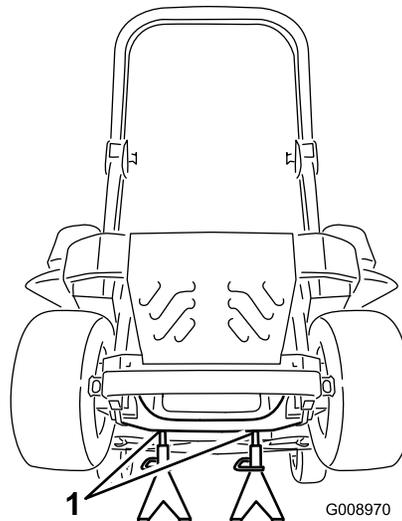

Figure 97
3. Soulevez la machine sur des chandelles (Figure 97).
9. Retirez les chandelles et abaissez la machine (Figure 97).